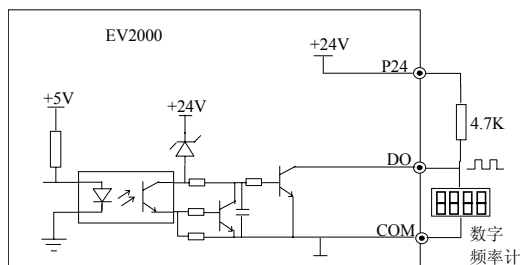

图3-30 输出端子DO连接方式1
③数字脉冲频率输出DO可使用变频器内部的24V电源，接线方式请参见图3-30。